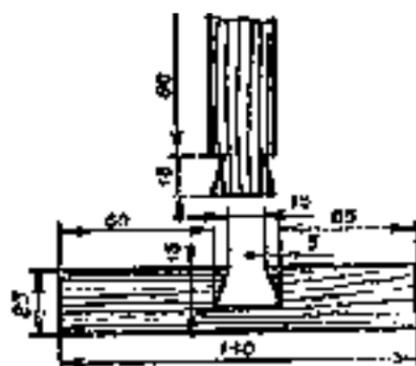

Рис. 40. Соединение УС-8.
1. Выведите пробное соединение УС-8 на ребрах древесины (рис. 40).